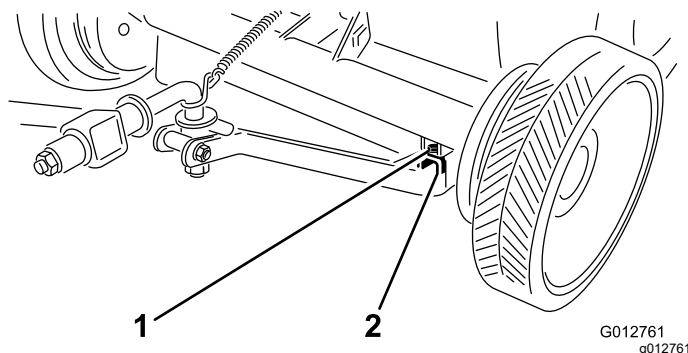

图 12
- 将拉杆上的孔与剪草机横管上的支架对齐。如图 12 所示用平头螺丝 $\frac{1}{2}$ -13 x $3\frac{1}{2}$ 英寸、隔套和锁紧螺母 ($\frac{1}{2}$ -13) 固定两侧。